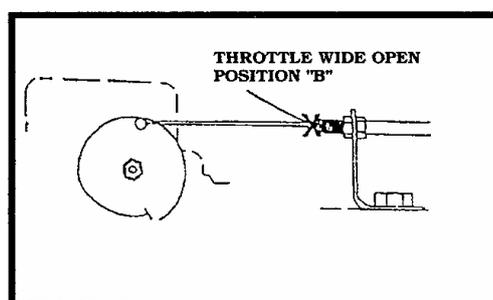

Figure 5
B. 再将油门踏板踩到底，于油门钢索上作另一记号 "B"(Figure 5)